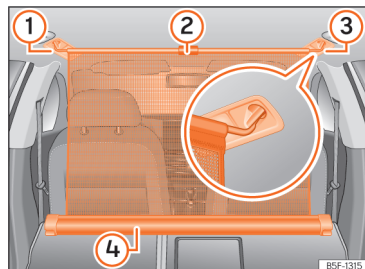

Fig. 187 Na bagageira: rede de separação fixa com os encostos do banco traseiro rebatidos.
- Puxe a aba para cima »» Fig. 187 ② para tirar a rede da carcaça ④.
- Prender a rede de separação do lado esquerdo ou direito »» Fig. 187 ③ (imagem ampliada).
- Prender a rede de separação no alojamento do outro lado »» Fig. 187 ① puxando a barra.
A rede de separação está montada corretamente quando as extremidades em forma de T estão fixas com firmeza nos alojamentos correspondentes »» Fig. 187 ③ e ①.
- Enrole a rede na carcaça »» Fig. 187 ④ baixando-a manualmente.